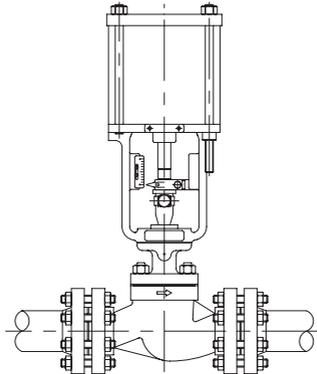

Fig. 1 – Instalación de la válvula
6. La posición de instalación debe ser de manera que el actuador quede más arriba que la válvula y en la posición vertical (fig. 1). En caso de que esto no sea imposible, se debe buscar la posición más próxima de la vertical. La posición horizontal debe ser evitada y en algunos casos deberá haber un soporte para el actuador.